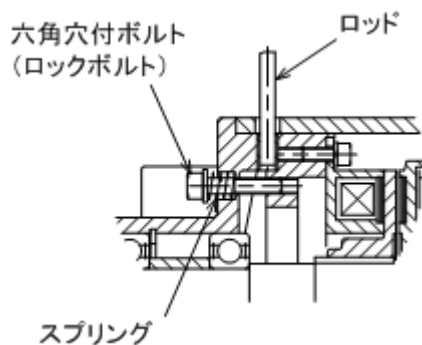
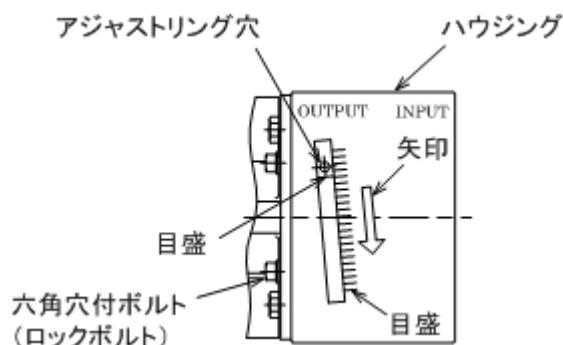

図 8
図 9
- ① 図 8・図 9 の赤ペイントでマーキングされているロックボルト(六角穴付ボルト)4本を、スプリングが伸びてはずれない程度にゆるめてください。
- ② ハウジング上のアジャストリングカバーを取外し、図 9 のアジャストリングの穴にロッド状の物(Lレンチ・ドライバーなど)を差し込んで、矢印の方向へ突き当たるまで回してください。
- ③ 突き当たると空隙は 0mm となり、入・出力軸がつながりますので、軸を手で回し確認してください。
- ④ 突き当たった位置から、アジャストリングを 1 目盛分戻してください。